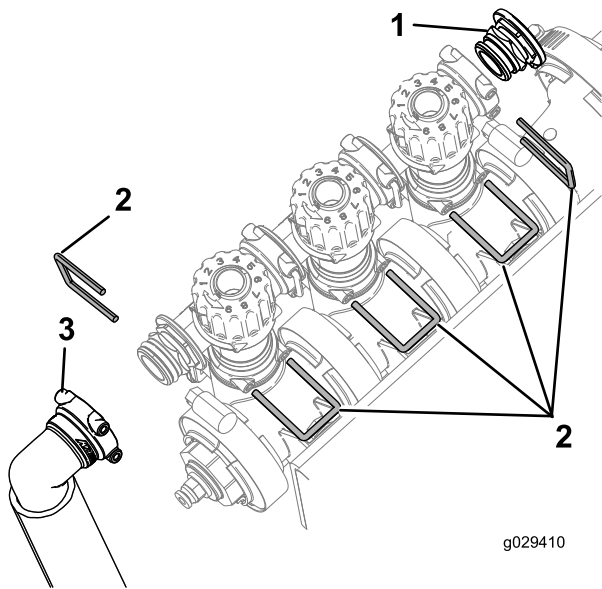

図 10
3. ブーム用バイパスバルブクラスタ、エンドキャップ、フィッティングホースアセンブリを保持しているリテーナを 図 10 のように外す。